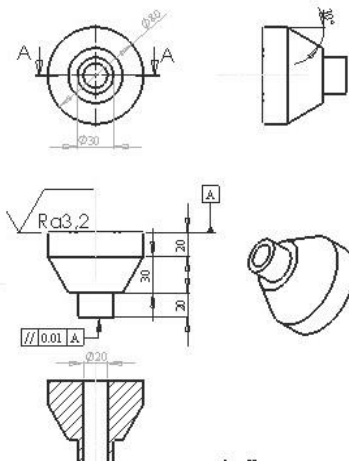

Рисунок 10.4 – Створення технологічних позначень на кресленні
- заповнити поля шорсткості та встановити знак до необхідної поверхні (рис. 10.4);
- встановити знак бази, як показано на рис. 10.4. ОК.
- заповнити поля позначення та прикріпити знак на кресленні (рис. 10.4); ОК.